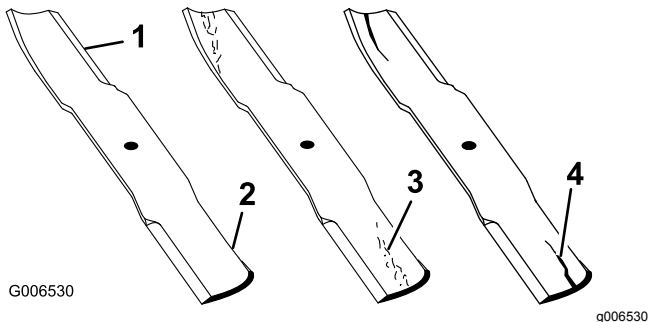

Bild 31
2. Prüfen Sie die Schnittkanten des Messers sorgfältig, insbesondere dort, wo die geraden Flächen die gebogenen berühren (Bild 31). Da Sand und anderes reibendes Material das Metall abschleifen kann, das die flachen mit den gebogenen Teilen verbindet, müssen Sie das Messer vor jedem Einsatz der Maschine prüfen. Wenn Sie Abnutzungen (Bild 31) feststellen, tauschen Sie das Messer aus, siehe Entfernen und Einbauen der Messer (Seite 24).
Wenn sich das Messer abwetzen kann, bildet sich ein Schlitz zwischen dem Windflügel und dem flachen Teil des Messers (Bild 31). Zuletzt kann sich ein Stück des Messers lösen und aus dem Gehäuse herausgeschleudert werden. Das kann zu schweren Verletzungen bei Ihnen selbst und Unbeteiligten führen.